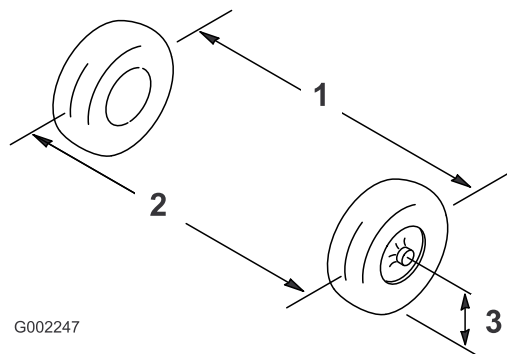

Figure 80
2. Mesurez la distance entre les roues avant à hauteur d'essieu, à l'avant et à l'arrière des roues (Figure 80).